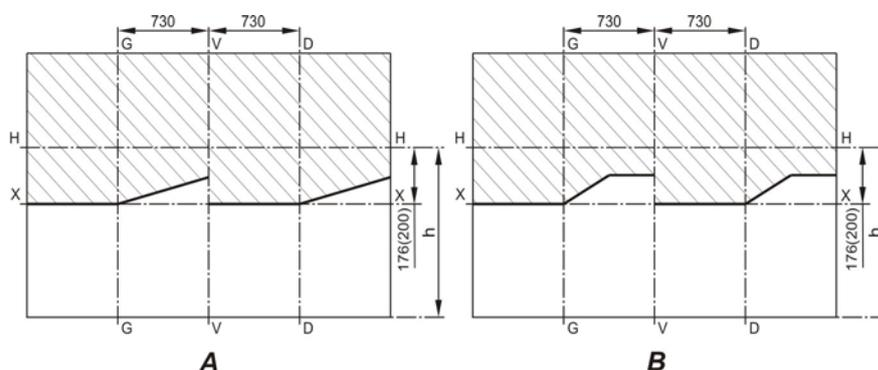

Рис. 8.4. Разметка экрана для регулировки фар:
- установить ненагруженный автомобиль на ровную горизонтальную площадку на расстоянии 10 м от экрана (рис. 8.4);
У отрегулированных фар горизонтальный участок светотеневой границы должен совместиться с линией $X—X$ (рис. 8.4А, 8.4В), наклонные участки светотеневой границы должны соответствовать рис. 8.4А (с маркировкой на рассеивателе «AL») и рис. 8.4В (с маркировкой на рассеивателе «OCBAP»), а точки пересечения горизонтального и наклонного участков светотеневой границы – с линиями $G—G$ и $D—D$.